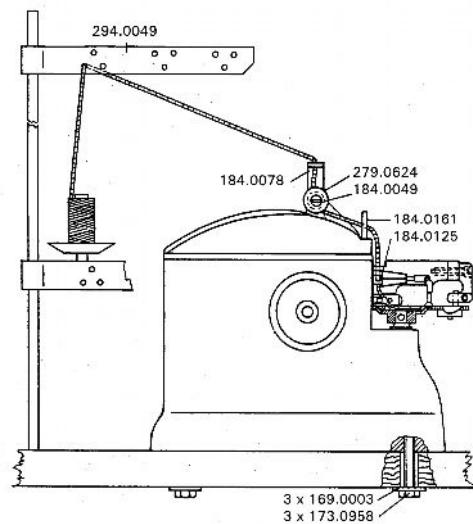

Рис. 1.
- 4.4. Натяжение нити (рис. 1)
Рис. 1 и рис. 12 показывают правильную заправку.
Установите катушку нити на стойку и протяните нить через отверстие направляющей планки стойки (рис. 1). Далее протяните нить через нитенаправитель 184.0078 (в зависимости от нити и материала через 1-3 отверстия) и через диски 184.0049 регулятора натяжения нити, нитенаправитель 184.0161 и через отверстие направляющей 184.0125.
4.4. Натяжение нити (рис. 1)